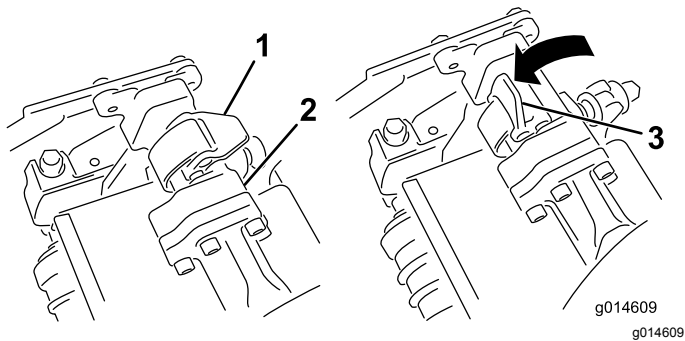
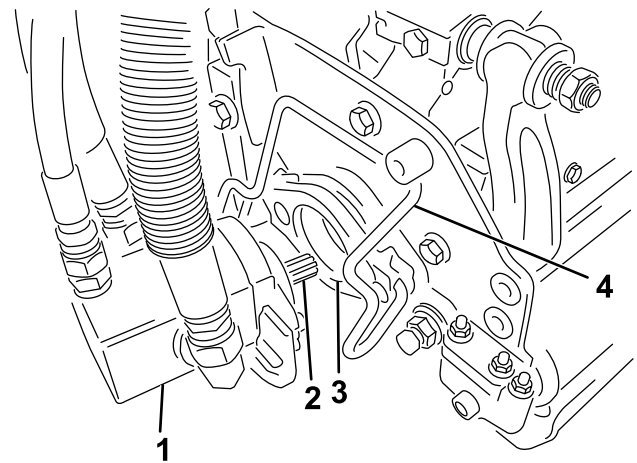

Bild 43
Bild 44
3. Die Riegel an der Aufhängearmstange müssen nach oben zeigen (d. h. offen) (Bild 43); drücken Sie den Aufhängearm dann so nach unten, dass die Stange über die Stange an der Oberseite der Schneideinheit passt (Bild 44).
- Drücken Sie die Riegel nach unten um die Schneideinheitstange herum und arretieren sie (Bild 43).
4. Öffnen Sie die Riegel an der Aufhängearmstange der Schneideinheit, die Sie entfernen möchten (Bild 43).